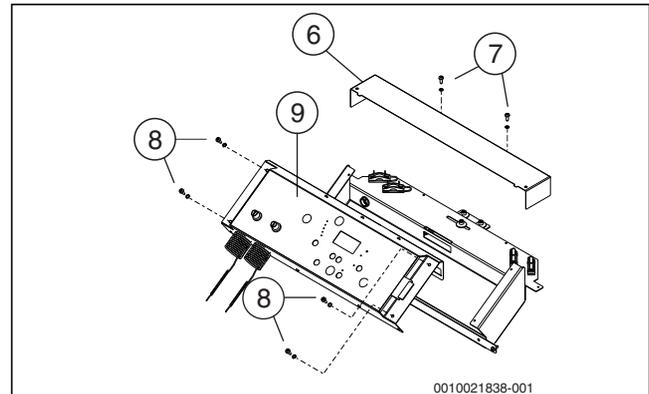

Fig. 77 Démontage du tableau de commande
- Démonter le tableau de commande (→ fig. 77, page 57).